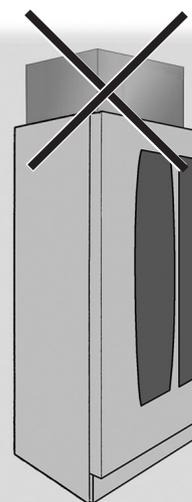

Abb. 11
- keine Ausrüstung oder Kartons auf dem Automaten stapeln (Abb. 11);